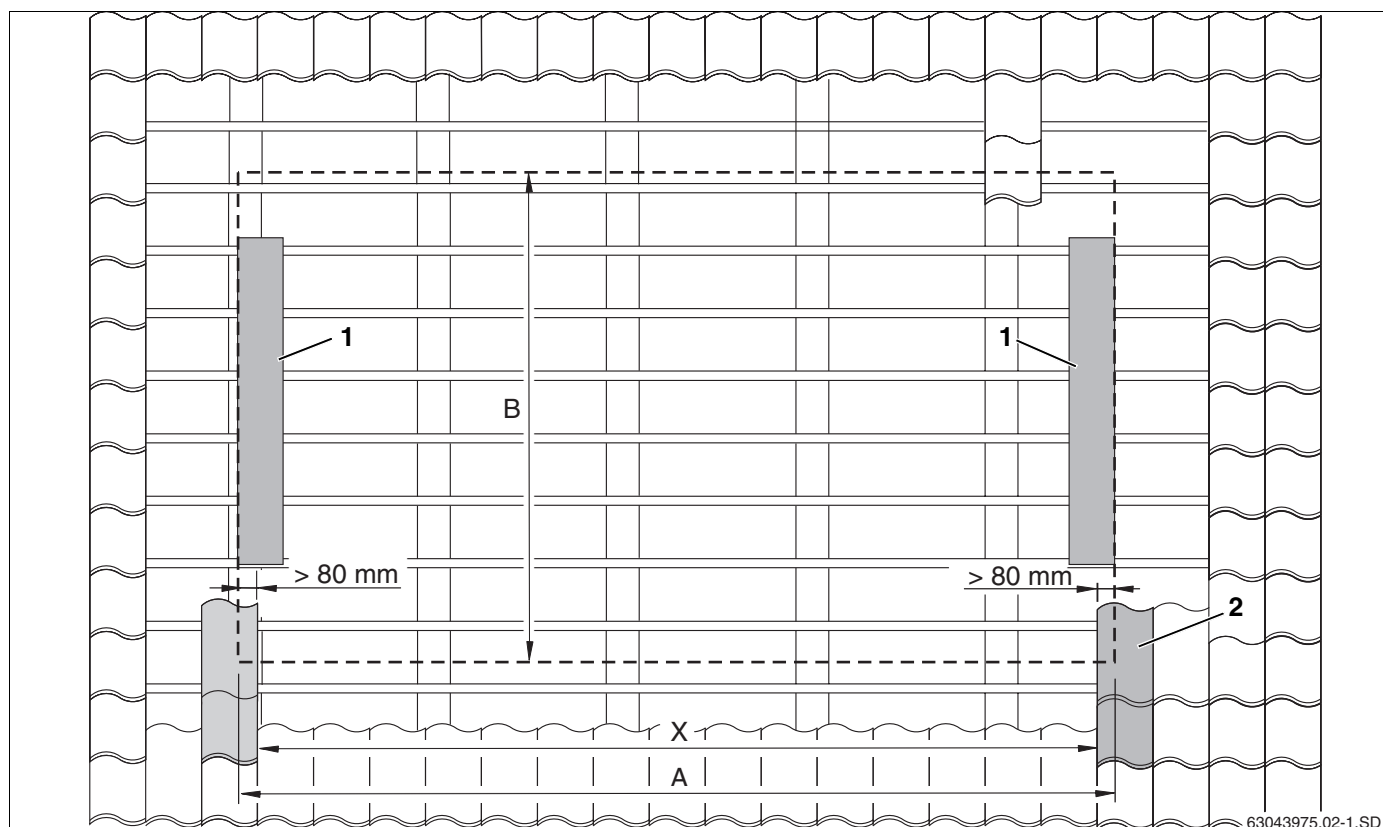

Fig. 8 Déterminer la position exacte du champ de capteurs
- Déterminer la dimension X (distance entre les tuiles qui reposent sur les tôles de recouvrement latérales, fig. 8, **pos. 1**) sur le toit et transférer sur le toit.
- Déterminer la rangée de tuiles inférieure en tenant compte de la dimension B (fig. 8) (fig. 8, **pos. 2**).